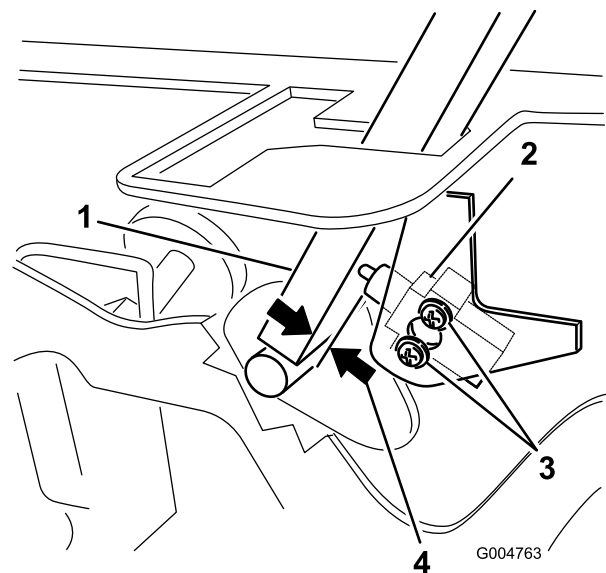

Figura 69
3. Afloje los 2 tornillos que fijan el interruptor de seguridad (Figura 69).
4. Sujetando la palanca de control contra el bastidor, mueva el interruptor hacia la palanca hasta que la distancia entre la palanca y el cuerpo del interruptor sea de 0,4 a 1 mm (0,015 a 0,045 pulg.) (Figura 69).